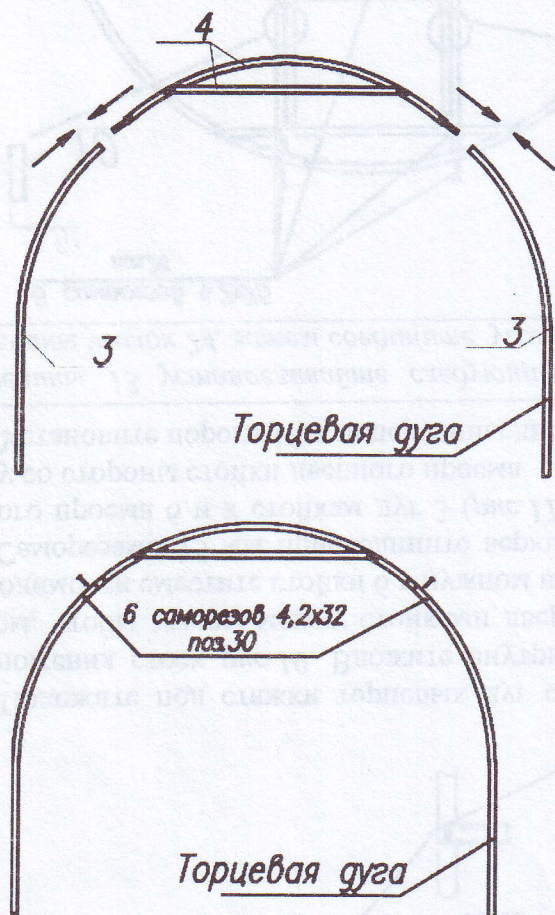
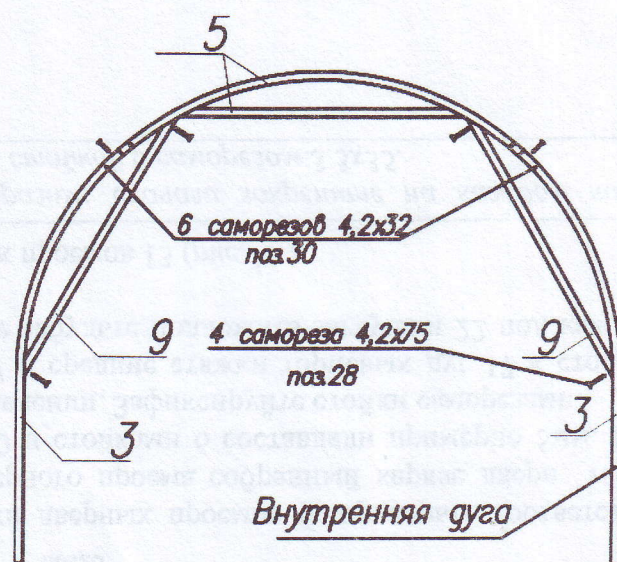

Рис.6
Рис.7
Для сборки торцевых дуг соедините верхние элементы торцевых дуг 4 с нижними стойками дуг 3 и зафиксируйте их саморезами 32 мм в двух плоскостях (рис. 6, рис. 7).
- 3.9. Присоедините усилители 9 к трем внутренним дугам (рис. 7).